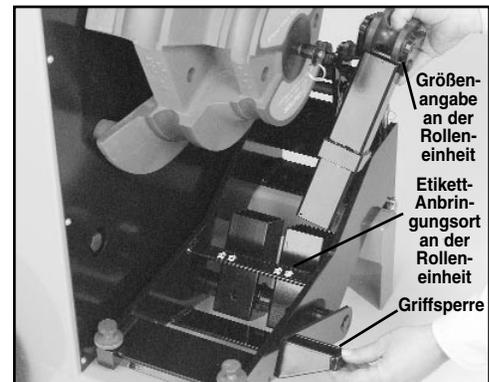

Bild 3
2. Die passende Rolleneinheit auswählen; die Größe ist an der Rolleneinheit angegeben. Zum Montieren die Griffsperr anheben und festhalten. Die Rolleneinheit in die passende Brückenöffnung so einsetzen, daß die Größenanzeige zum Bediener hin gerichtet ist. Die Rolleneinheit gegen die Endrolle lehnen lassen (siehe Bild 3).